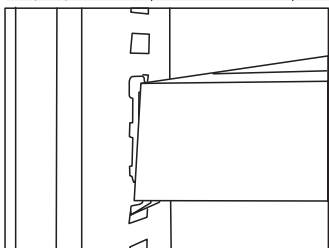

fig. 9B
3. Sæt hylden ind i skabet igen. Kontrollér at hyldeknægterne er placeret i samme højde (fig. 9B).